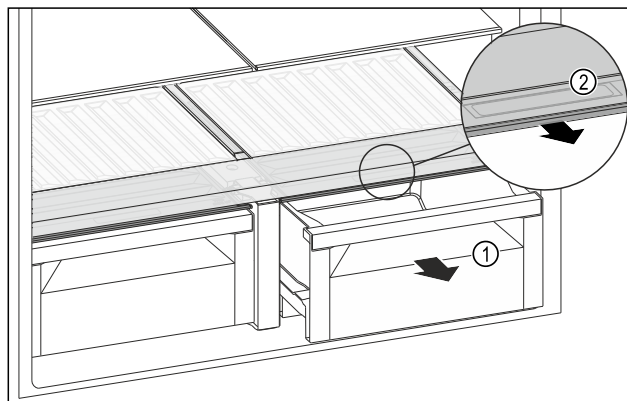

Fig. 129
- ▶ Estrarre il cassetto Fig. 129 (1).
- ▶ Afferrare la maniglia incassata Fig. 129 (2) sul coperchio dello scomparto e tirare allo stesso tempo in avanti il coperchio dello scomparto.